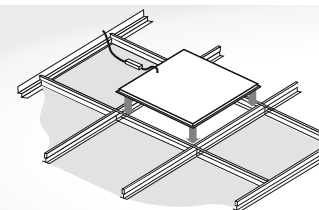

Рис. 1. Монтаж светильника в подвесной потолок типа «Армстронг».
- 1.7 Светильник светодиодный ECO-U-600-P – универсальный, предназначен для монтажа как в стандартные потолки типа «Армстронг» (см. рис. 1), так и на любые ровные поверхности накладным способом (см. рис. 2).